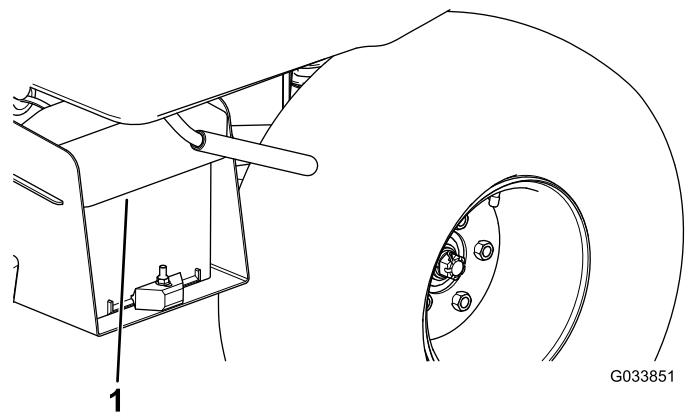

Figure 4
2. Enlevez le couvercle de la base de la batterie (Figure 4).
6. Alignez le couvercle de la batterie sur la base de la batterie (Figure 4).
7. Serrez le couvercle de la batterie, alignez les pattes sur la base de la batterie, et relâchez le couvercle de la batterie (Figure 4).
1. Appuyez sur le couvercle de la batterie pour dégager les pattes de la base de la batterie (Figure 4).